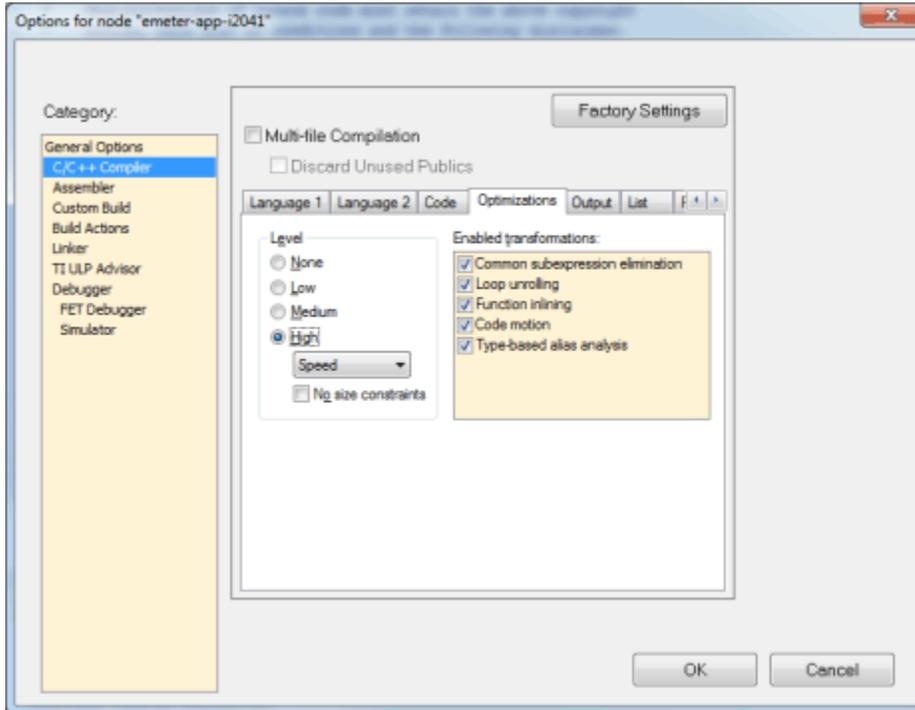

图 9-3. 优化选项
- 显示选项后，选择左侧列中的“C/C++ Compiler”，然后选择右侧的“Optimizations”选项卡，检查优化设置是否如图 9-3 所示。